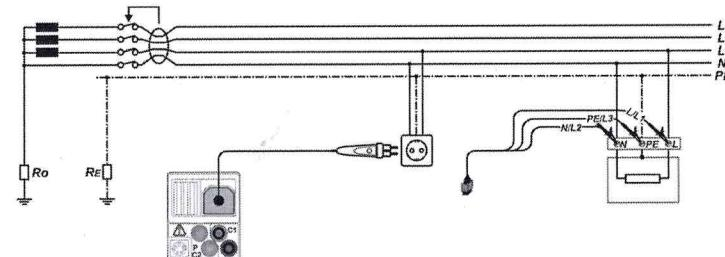

Рисунок 5.20: Подключение штепсельного щупа «plug commander» и 3-х проводного тестового кабеля
- Подключите испытательную проводку (выводы) к исследуемому компоненту (см. Рисунок 5.20: Подключение штепсельного щупа «plug commander» и 3-х проводного тестового кабеля).
- Подключите** испытательные провода (выводы) к исследуемому компоненту (см. Рисунок 5.20: Подключение штекельного щупа «plug commander» и 3-х проводного тестового кабеля
- **Подключите** измерительную проводку (выводы) к тестируемому элементу (см. Рисунок 5.20: Подключение штекерного щупа «plug commander» и 3-х проводного тестового кабеля ).
<input type="checkbox"/> Подключите измерительную проводку (выводы) к тестируемому элементу (см. Рисунок 5.20: Подключение штепсельного щупа «plug commander» и 3-х проводного тестового кабеля).